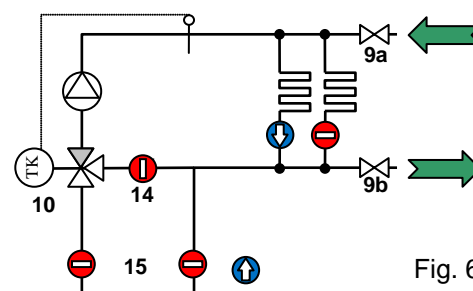

Fig. 6
Pour remplir et rincer les circuits de chauffage, brancher le tuyau de remplissage au robinet RRV de l'aller (Fig. 6\_9a) et le tuyau de purge au robinet RRV du retour (Fig. 6\_9b). Ouvrir le circuit de chauffage qui doit être rincé. Ouvrir les robinets RRV et rincer le circuit de chauffage dans le sens du débit, jusqu'à ce que l'air et d'éventuelles impuretés soient entièrement éliminés du circuit. Le clapet anti-retour (14) dans la dérivation de la mélangeuse empêche un court-circuit lors du rinçage.